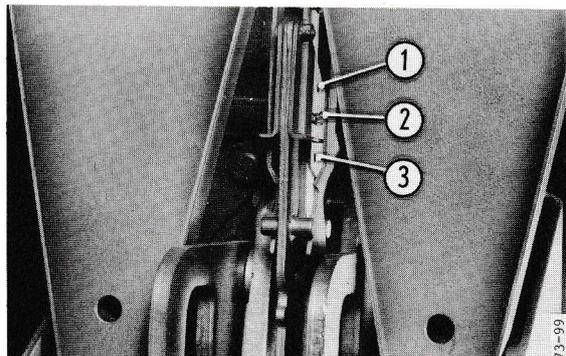

Figure 39 - Fixation sur le ressort de contrôle d'effort
- a) trou supérieur 1 figure 39. Position de sensibilité minimum pour les instruments tels que la sous-soleuse qui produisent une forte poussée sur la barre supérieure.